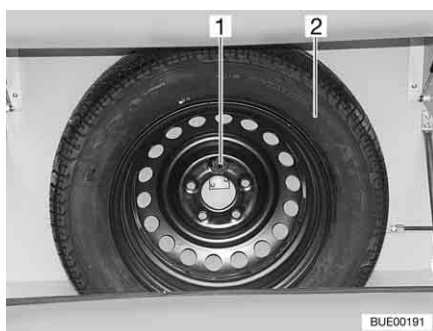

Fig. 251 Etrier de roue de secours
L'étrier de roue de secours est monté dans le coffre à gaz. La roue de secours (Fig. 251,2) est disponible moyennant supplément.
- Desserrer la vis (Fig. 251,1).
- Déposer la roue de secours (Fig. 251,2).